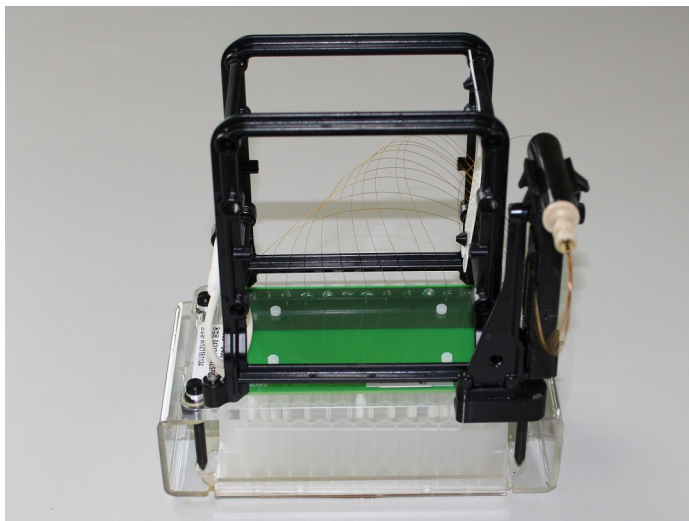

Figura 102 Docking station dell'array con capillary array montato
- 5 Inserire le due viti bianche come mostrato nella **Figura 102** per fissare il capillary array in posizione.